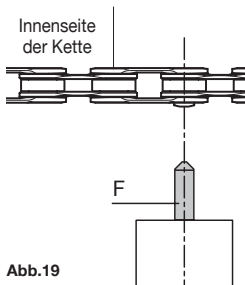

Abb.19
- Kontrollieren Sie, dass die konische Spitze des Schiebers genau auf die Mitte der Hülse ULTRA-LINK 5-CN-SR700 (**Abb. 19**) ausgerichtet ist.